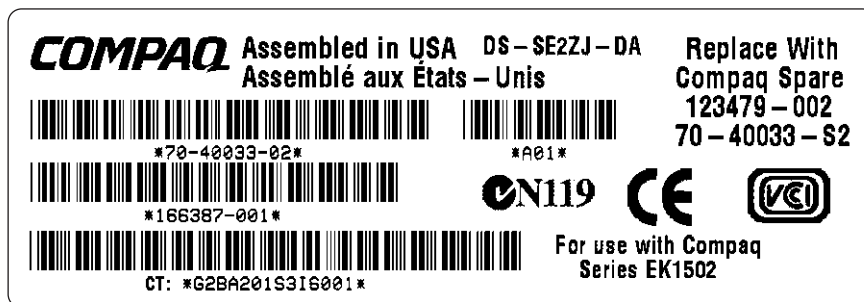

Abbildung 7-1. Typenschild einer CRU
Die Bestellung einer CRU erfolgt über die Compaq Ersatzteil-Nummer. Diese Nummer finden Sie auf dem Typenschild der CRU (siehe Abbildung 7-1). Die ersten 6 Zeichen stellen die Bezeichnung der CRU dar. Die letzten drei Zeichen geben die Revisionsnummer an.
2. Entnehmen Sie die Ersatz-CRU aus der Antistatik-Verpackung. Überprüfen Sie die Kompatibilität der Ersatz-CRU anhand des Typenschildes (siehe Abbildung 7-1).